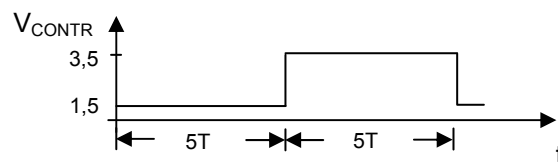

Figura 5
- Dibuixar les evolucions temporals de les tensions  $V_{\text{THRESH}}$  i  $V_o$  a partir del senyal  $V_{\text{TRIG}}$  especificat, si tenim una tensió  $V_{\text{CONTROL}}$  com la de la figura 5.